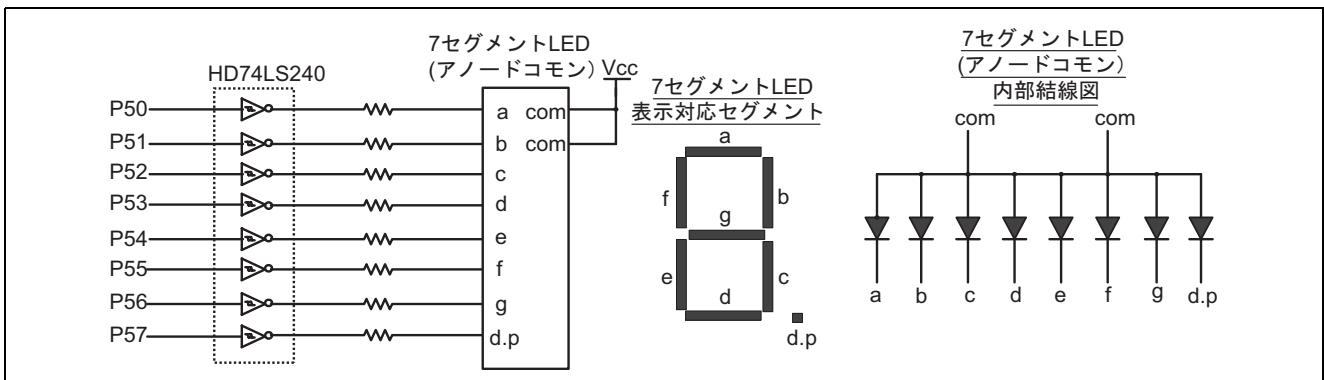

図 7 7 セグメント LED 接続図および内部結線図
2. 使用する 7 セグメント LED の接続図を図 7 に示します。図 7 に示すようにポート 5 から "High" を出力することにより対応する LED のセグメントが点灯します。また、ポート 5 出力と LED 表示データの関係を表 3 に示します。